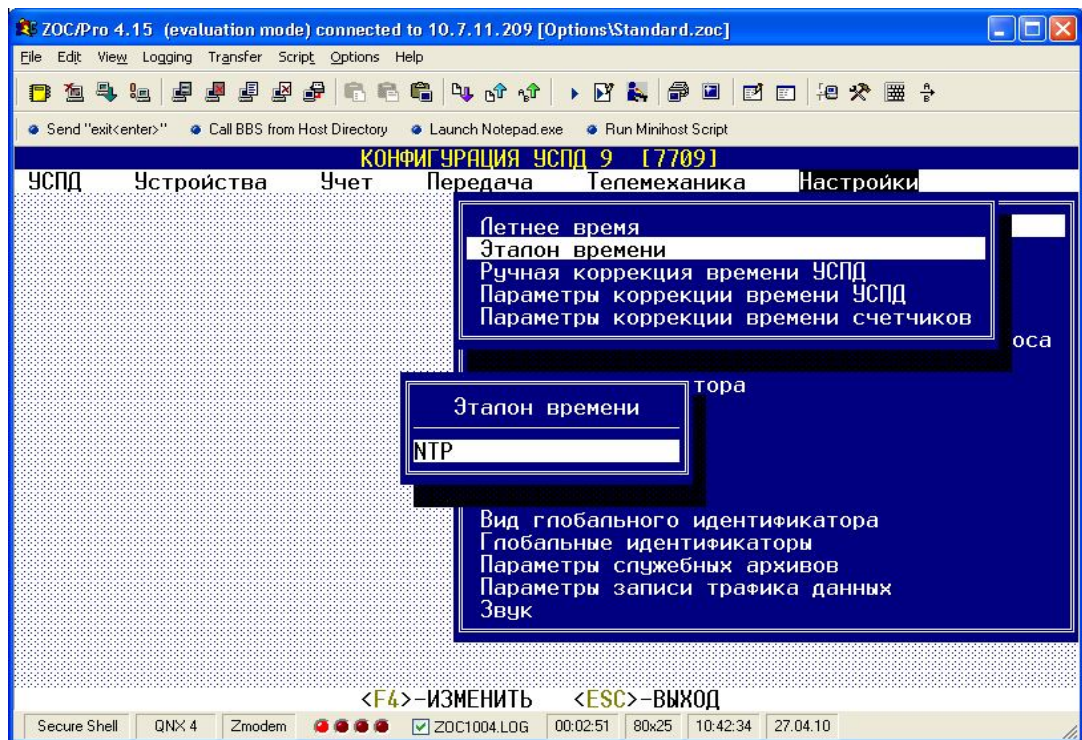

Рисунок 12
6.4.2.6. Перейти к окну «Конфигурация» => «Справочники» => «Эталон времени». Выбрать позицию «NTP» (рисунок 12).